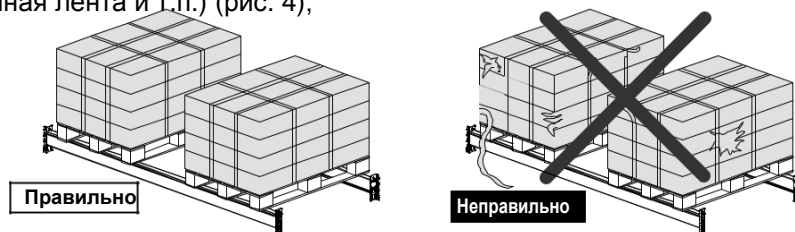

Рисунок 4 - Упаковка груза на поддоне
- ▶ Элементы упаковки груза на поддоне должны быть надлежащего качества. Не допускается к транспортировке поддоны с испорченной упаковкой (например, размотанная пленка, разорванная лента и т.п.) (рис. 4);